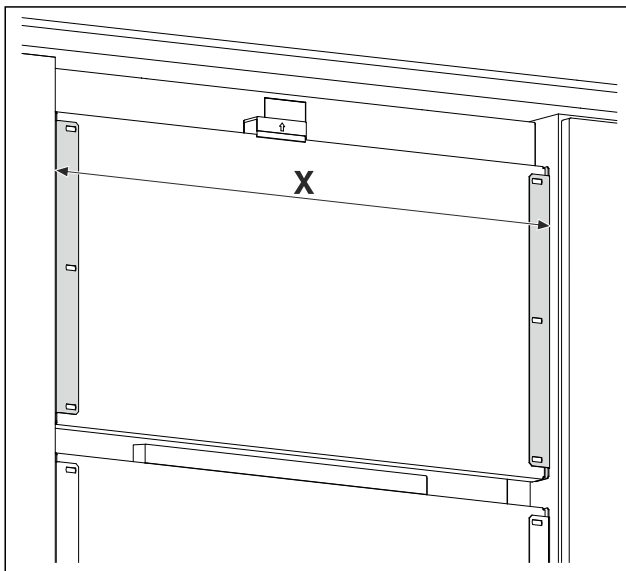

Fig. 17 Beispielhafte Darstellung
- ▶ Abstand Fig. 17 (X) zwischen den Außenkanten der Haltewinkel messen.